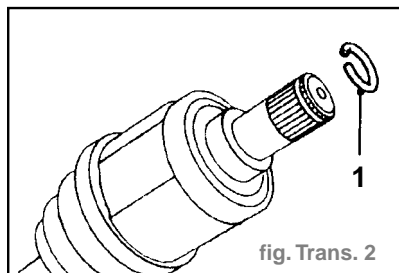

fig. Trans. 2
- Enlever le circlip (1) de l'arbre de roue et le jeter (fig. Trans. 2).